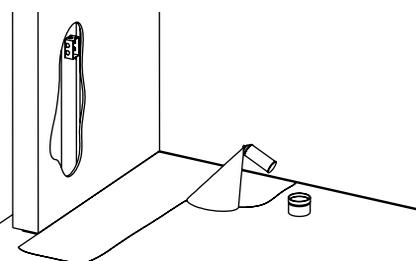

Figure 15.2
- Sur un sous-plancher de béton, utiliser la colle en aérosol pour fixer le treillis à la dalle de béton (figure 15.2).